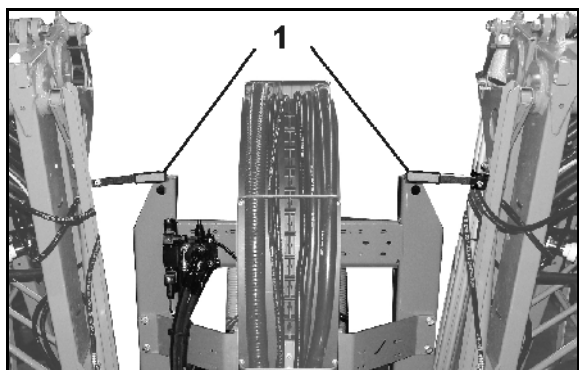

図 11
- 図 11/...
- (1) **Super S** ブームのロックの目視検査